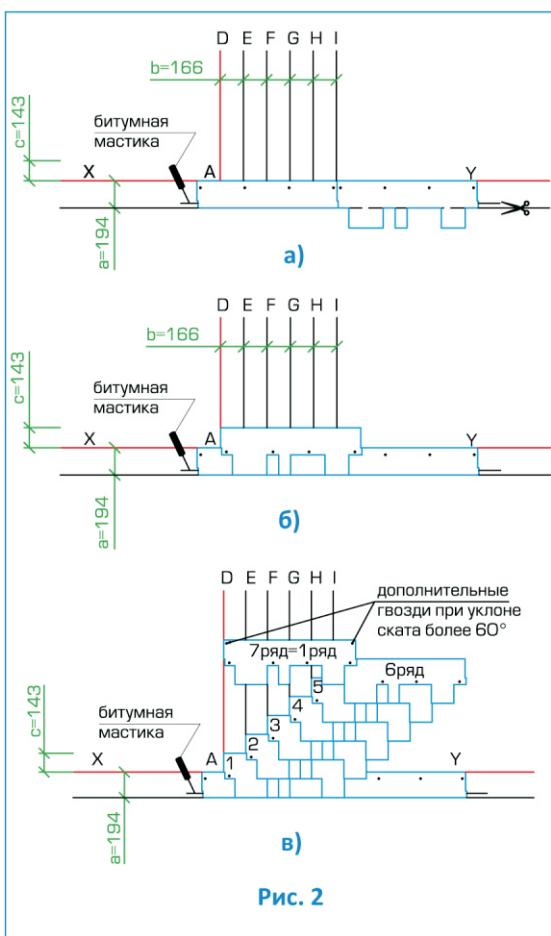

Рис. 2
Укладка материала (рис. 2)
- Начальный ряд формируется из листов черепицы ФУТУРО с обрезанными лепестками. Полученные таким образом полосы шириной 19,4 см укладываются по линии карниза в обе стороны от линии I (рис. 2а) и фиксируются по нижнему краю битумной мастикой, а по верхней кромке 4 гвоздями (ось гвоздей на 5 см ниже верхнего края полосы);
- далее первый ряд черепицы укладывается от линии AD (рис. 2б);
- второй ряд укладывается от линии Е (со смещением 16,6 см от AD) (рис. 2в);
Каждый лист гибкой черепицы ФУТУРО крепится 4 гвоздями таким образом, чтобы гвоздь прошивал и верхний край низлежащего листа черепицы (рис. 2в).